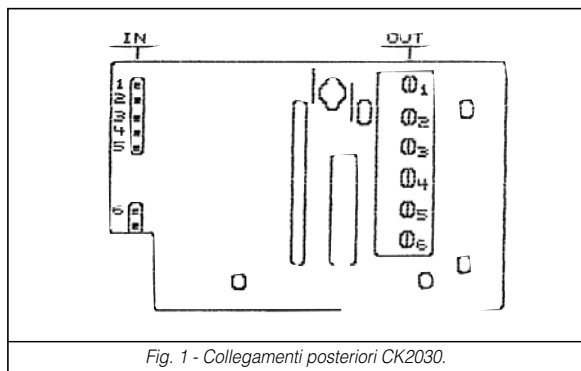

Fig. 1 - Collegamenti posteriori CK2030.
- rimuovere la piastra portafrutti per accedere ai collegamenti (fig. 1) - (non occorre scollegare il connettore IN dallo stampato)